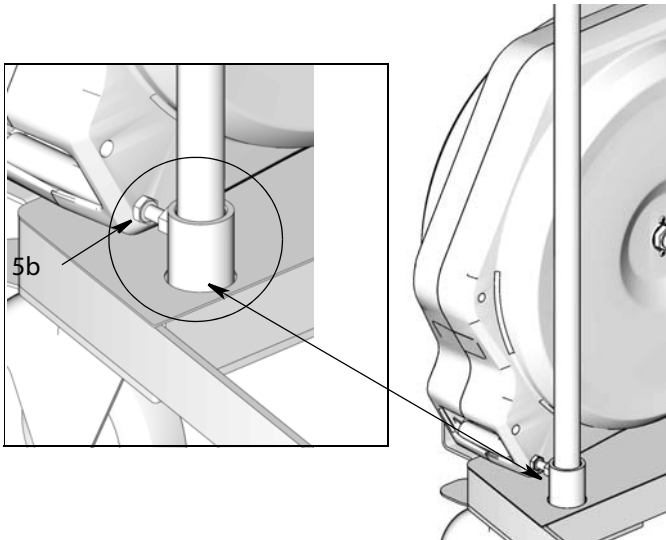

Рис. 31
3. Зафиксируйте сборочный узел ручки (5a) на тележке (5) входящими в комплект болтами (5b), как показано на Рис. 31. Надежно затяните болты отверткой.